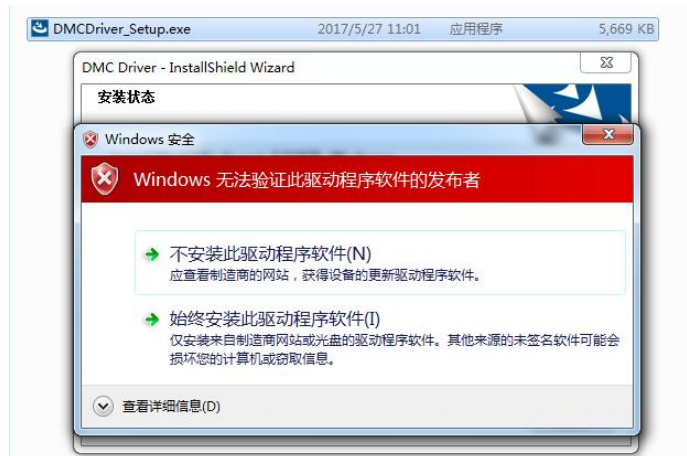

图 4.11 Windows 安全提示
5、安装过程中会出现如图 4.11 所示的 Windows 安全提示对话框，请点击“始终安装此驱动程序软件”，并继续安装。